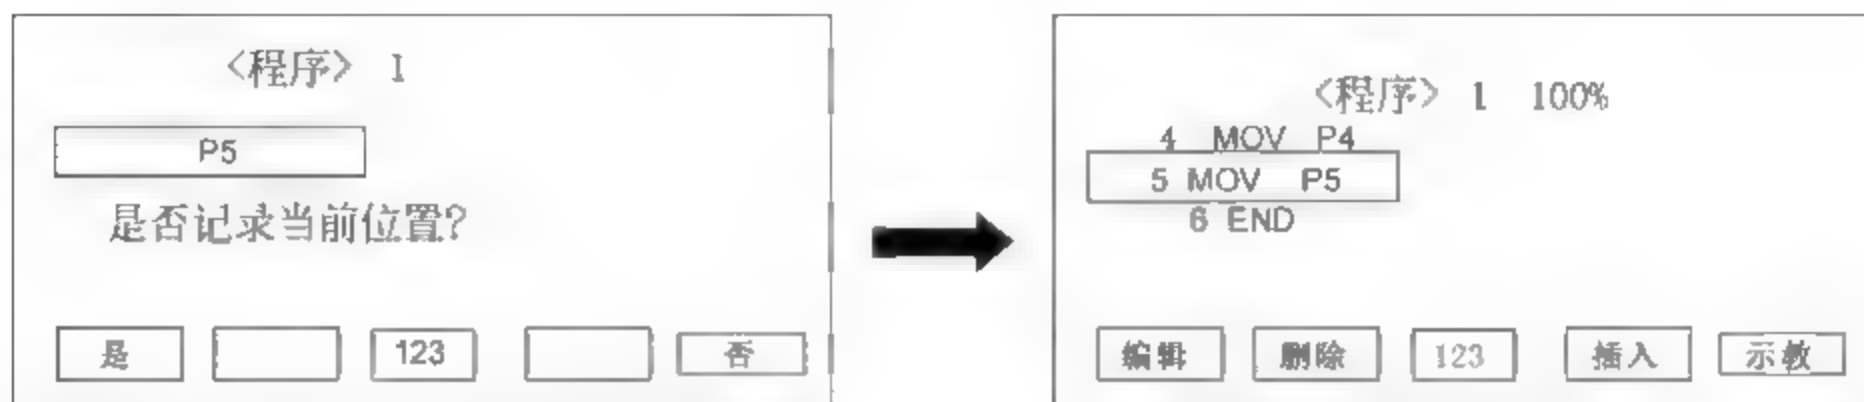

图 4-13 示教点确认
④ 按下“是”按键,“当前位置点”被设置为 P5 点。同时返回“上一级程序编辑”界面,如图 4-13 所示。